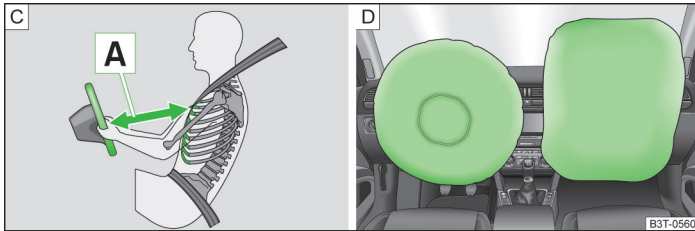

Abb. 155 Sicherer Abstand zum Lenkrad / gasgefüllte Airbags
Werden die Airbags ausgelöst, entfalten sich diese vor dem Fahrer und Beifahrer » Abb. 155 - D. Beim Eintauchen in den voll aufgeblasenen Airbag wird die Vorwärtsbewegung des Fahrers und Beifahrers gedämpft und das Verletzungsrisiko für Kopf und Oberkörper reduziert.
- Für den Fahrer und Beifahrer ist es wichtig, einen Abstand von mindestens 25 cm zum Lenkrad bzw. zur Schalttafel einzuhalten A » Abb. 155. Wenn Sie den Mindestabstand nicht einhalten, kann Sie das Airbag-System nicht schützen - Lebensgefahr! Außerdem müssen die Vordersitze und die Kopfstützen immer der Körpergröße entsprechend richtig eingestellt sein.